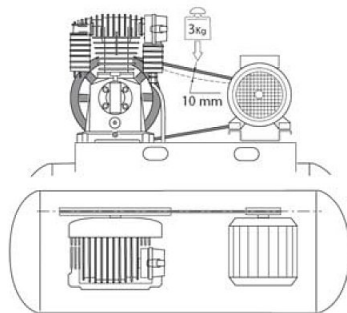

Abb. 15: Riemen­spannung
Schritt 5: Überprüfen Sie die Riemen­spannung. Der Riemen muss sich in der Mitte um ungefähr 10 mm biegen, wenn eine Belastung von 3 kg daran angebracht wird (Abbildung 15). Stellen Sie die Riemen­spannung gegebenenfalls nach (durch Verschieben des Motors) und achten Sie dabei darauf, dass die Riemenscheibe und das Schwungrad ordnungsgemäß gefluchtet bleiben.